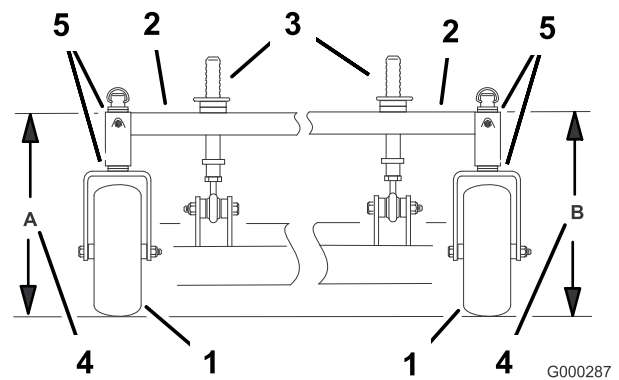

Figure 58
4. Mesurez la hauteur du bâti porteur au point A (Figure 58).
5. Mesurez la hauteur du bâti porteur au point B (Figure 58).